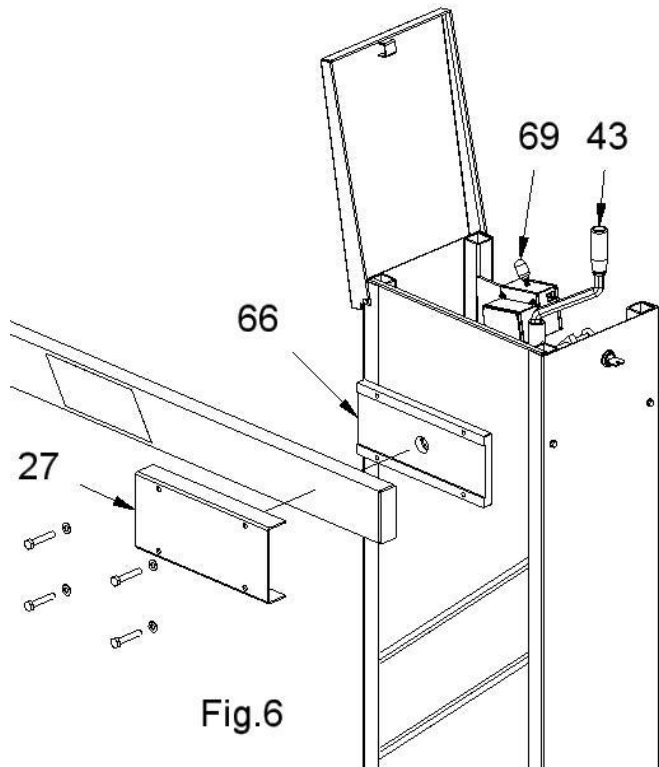
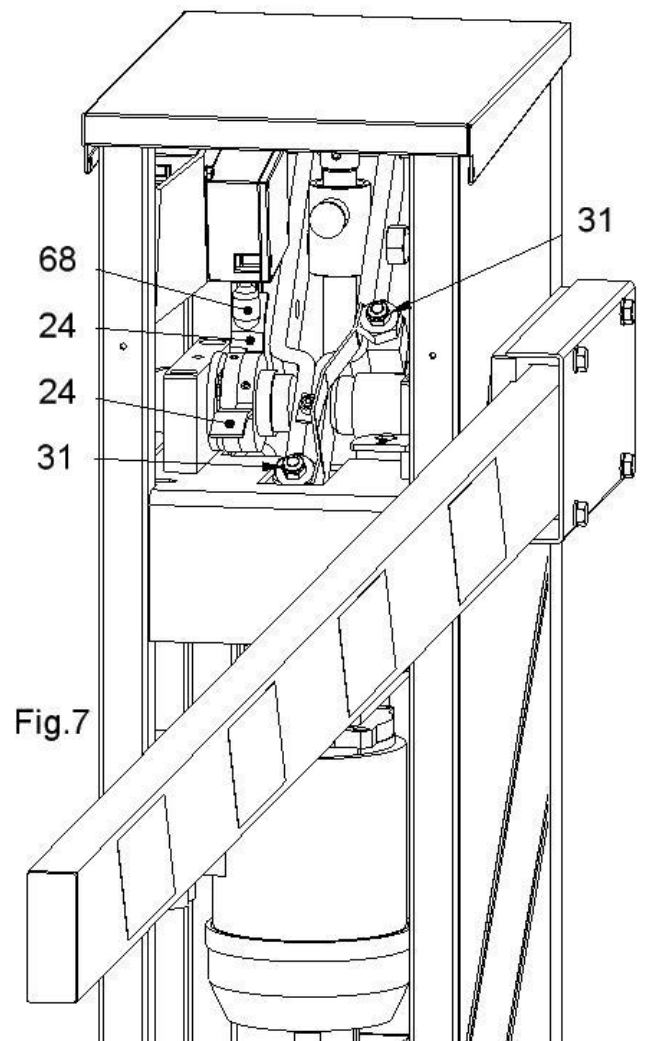
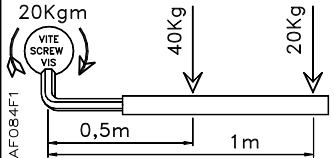

Fig.6
Fig.7
Fig.8
3) **I** Azionare manualmente la vite (pos.60 vedi cap.10 esplosi componenti) con la maniglia (pos.43), finchè la ganascia porta asta (pos.66) è orizzontale. Bloccare l'asta sulla ganascia (pos.66) con il copri ganascia (pos.27) e le 4 viti M8 (fig.6).
Manovrare manualmente con la maniglia (pos.43) la salita e la discesa dell'asta e verificare l'esatto intervento sia del fincorsa elettrico di salita/discesa (pos.68 vedi fig.7) sia degli arresti meccanici (pos.31 vedi fig.7) già preregistrati dalla Casit.
- (GB) Manually operate the screw (pos.60 see chap.10 exploded component) with the handle (pos.43), until the jaw (pos.66) is horizontal. Stop the arm on the jaw (pos.66) with the jam (pos.27) and the 4 screws M8 (fig.6). Manually operate with the handle (pos.43) the slope and the descent of the arm and verify the exact intervention both of the electric limitswitch of opening/descent (pos.68 see fig.7) both of the mechanical arrests (pos.31 see fig.7) already registered from Casit. On the barrier BIV94 the springs of balancing are supplied to install on by the customer (operation to be done before the assemblage arms on the jaw above described). Connect the feeding line, the commands lines and accessories to the control panel (pos.134 see chap.10 exploded component) according to the enforced standard. Connect to mass. For the electric connections to the control panel and about possible plannings and/or settings, use the instructions of connection outfitted of the same one. The limitswitch (pos.69) stops the electric operation when the cover is opened.
- (F) Actionner manuellement les vies (pos.60 voir chap.10 explosé composantes) avec la poignée (pos.43), tant que l'étai porte-lisse (pos.66) est horizontal. Bloquer la lisse sur l'étai (pos.66) avec l'étai (pos.27) et les 4 vis M8 (fig.6). Manoeuvrer manuellement avec la poignée (pos.43) la montée et la descente de la lisse et vérifier l'exacte intervention soit du fin de course électrique du montée/descente (pos.68 voir fig.7) soit des arrêts mécaniques (pos.31 voir fig.7) déjà preenregistrés du Casit. Sur la barrière BIV94 les ressorts de balancement sont fournies à monter par le client (opération à faire avant le montage des lisses sur l'étai sur décrit). Relier la ligne d'alimentation, les lignes des commandements et des accessoires à la platine (pos.134 voir chap.10 explosé composantes) en suivant les normes en vigueur. Relier à masse. Pour les connexions électriques à la platine et pour eventuelles programmations et/ou régulations utiliser les instructions de connexion au trousseau de la même. Le fin de course (pos.69) bloque le fonctionnement électrique à couvercle ouverte.
- 4) (I) L'eventuale regolazione del finecorsa elettrico (pos.68) di salita/discesa si effettua agendo sulle 2 camme (pos.24) poste sull'albero di manovra che vanno ad intercettare il finecorsa nei 2 sensi di marcia. Il finecorsa elettrico di salita /discesa deve attivarsi un attimo prima che l'arresto meccanico (pos.31) intervenga (fig. 7).
- (GB) The possible regulation of the electric limitswitch (pos.68) of opening/descent on effects acting around 2 cams (pos.24) setted on the tree of manoeuvre that they go to intercept the limitswitches in the 2 senses of march. The electric limitswitch of opening / descent has to activate itself just an instant before the mechanical arrest (pos.31) intervenes (fig. 7).
- (F) L'eventuelle régulation du fin de course électrique (pos.68) de montée/descente s'effectue en agissant sur les 2 comes (pos.24) positionnées sur l'arbre de manoeuvre qui vont intercepter le fin de course dans les 2 sens de marche. Le fin de course électrique de montée/descente doit s'activer un instant d'abord que l'arrête mécanique (pos.31) intervienne (fig. 7).
Smontare la ganascia porta asta (pos.66 fig.6) fissata all'albero di manovra e riposizionarla sul lato opposto dell'albero di manovra previo smontaggio del tappo in plastica di colore nero che andrà a chiudere il foro lasciato libero sul lato opposto. Attenzione il serraggio della vite a brugola che fissa la ganascia all'albero di manovra deve rispettare i valori riportati sulla targa adesiva presente sulla ganascia (vedi fig. 8).
To get off the jaw of the arm (pos.66 fig.6) fixed to the tree of manoeuvre and put it again on the opposite side of the tree of manoeuvre previous uninstal the black plastic cork that it will close the hole left on the opposite side free. Warning: the shutting of the socket cap srew that fixes the jaw to the tree of manoeuvre has to respect the values brought on the present adhesive plate on the jaw (you see fig. 8).
L'eventuelle transformation doit être effectuée par personnel qualifié : Démontez l'étau porte-lisse (pos.66 fig.6) fixée à l'arbre de manoeuvre et la remettre sur le côté opposé de l'arbre de manoeuvre en ayant démonté en avant le bouchon en plastique de couleur noire qui ira fermer le trou laissé libre sur le côté opposé. Attention : le serrage des vis à brugola qui fixe l'étau à l'arbre de manoeuvre doit respecter les valeurs rapportées sur la palque adhésive présent sur l'étau (voir fig. 8).